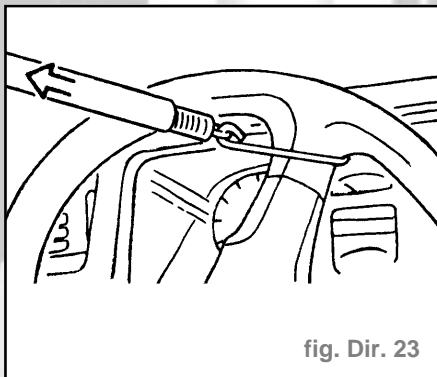

fig. Dir. 23
- Robinet (B) ouvert - robinet (A) fermé.
- En exerçant une force de **100 N** (dynamomètre) tirer le volant de direction (fig. Dir. 23) contre la butée de fin de course gauche pendant environ **5 s** et relever la pression indiquée.